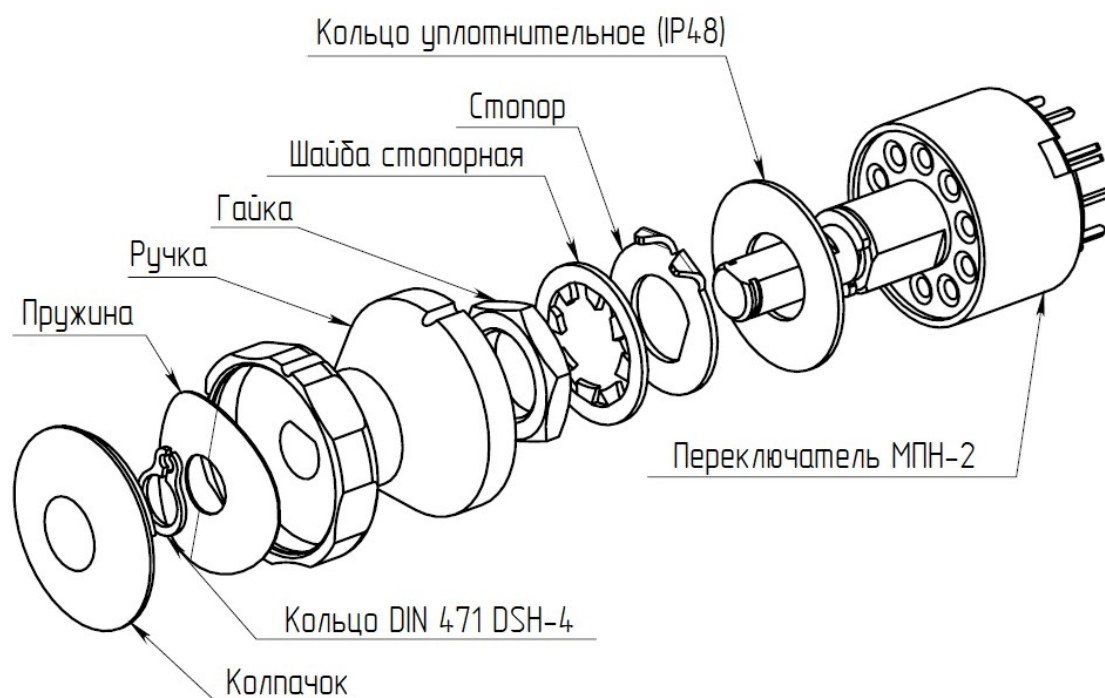

Рис. 3
2. При потребности изолировать одну или несколько позиций рекомендуется исполнение IP48-1, имеющее дополнительную опцию – «защищённая позиция». Переключатель дополняется ручкой с элементами её монтажа: стопором, пружиной, кольцом DIN 471, колпачком (рис. 3). Монтаж заключается в следующем: